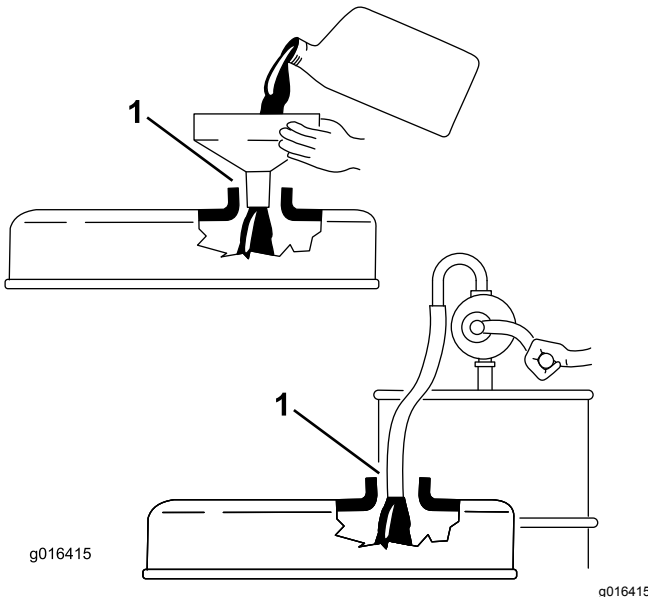

图 34
**重要事项** 添加机油时取出量油尺。当添加机油或注油时、注油设备与气门室盖内的注油孔之间必须有空隙、如图 34 所示。此空隙是注油时准许通风所必需的、可以防止油溢入通气孔。